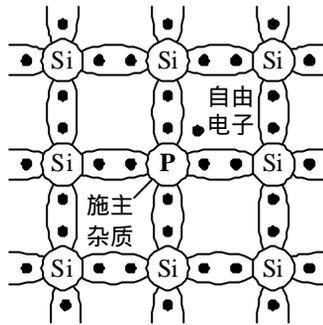

图 1-5 硅晶体中掺入磷元素
(1) **N 型半导体** 若在四价的硅(或锗)晶体中掺入少量五价元素磷(P)，晶体点阵中磷原子就会占据某些硅原子原来的位置，如图 1-5 所示。磷原子中的 5 个价电子只有 4 个能够和相邻的硅原子组成共价键结构，余下的一个电子因不受共价键的束缚，容易挣脱磷原子核的吸引而成为自由电子。于是自由电子数目大量增加，自由电子导电成为这种半导体的主要导电方式，故称其为电子型半导体或 N 型半导体。N 型半导体中，由于自由电子数远大于空穴数，因此自由电子是多数载流子(简称多子)，空穴是少数载流子(简称少子)。由于磷原子是施放电子的，故称磷为施主杂质。